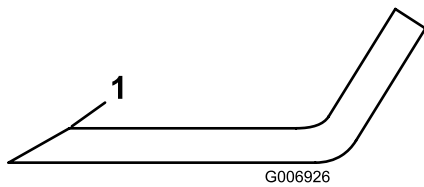

Bild 85
5. Untersuchen Sie die Schnittkanten aller Messer. Schärfen Sie alle stumpfen und ausgekerbten Schnittkanten. Schärfen Sie nur die Oberseite der Schnittkante und behalten dabei den ursprünglichen Schnittwinkel bei, um die Schärfe des Messers zu gewährleisten (Bild 85).
6. Wenn das Messer stumpf ist oder Kerben hat, schärfen Sie nur die Oberseite der Schnittkante und behalten den Originalschnittwinkel bei (Bild 85).